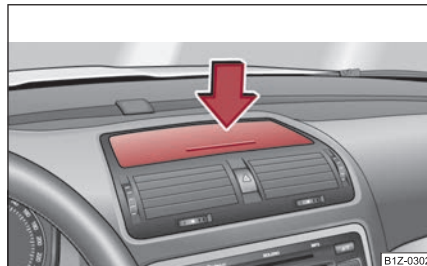

Fig. 119 Tabloul de bord: Compartimentul de depozitare
- Apăsăți pe centrul compartimentului ⇒ fig. 119 - capacul se deschide.